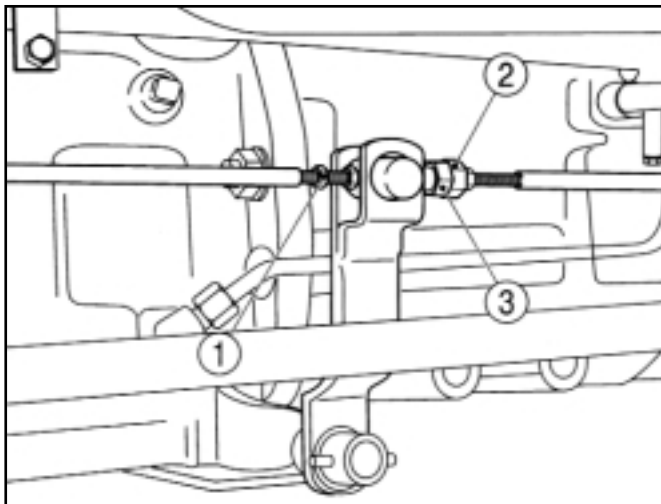

FIG. 119 / ABB. 119 / FIG. 119
Desserrez les contre-écrous (1) (filet droit) et (2) (filet gauche). Réglez le tendeur (3) de façon à ce que le jeu soit correct (Fig. 119).
Die Sicherungsmutter (1) (Rechtsgewinde) und Sicherungsmutter (2) (Linksgewinde) lockem. Den Spanner (3) drehen, bis das korrekte Pedalspiel resultiert (Abb. 119).
Schroef contraoer met rechtse draad (1) en contraoer (2) met linkse draad los. Pas de spanschroef (3) aan om de speling te corrigeren (Fig.119).